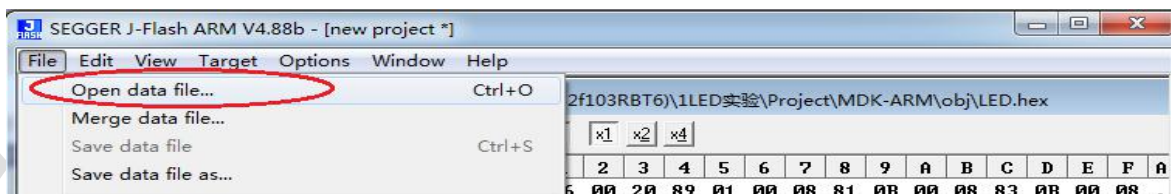

图 12
1.3.6、加载程序：在菜单栏“File”下点击“Open data file”选择编译好的 hex 文件，如图 12 所示